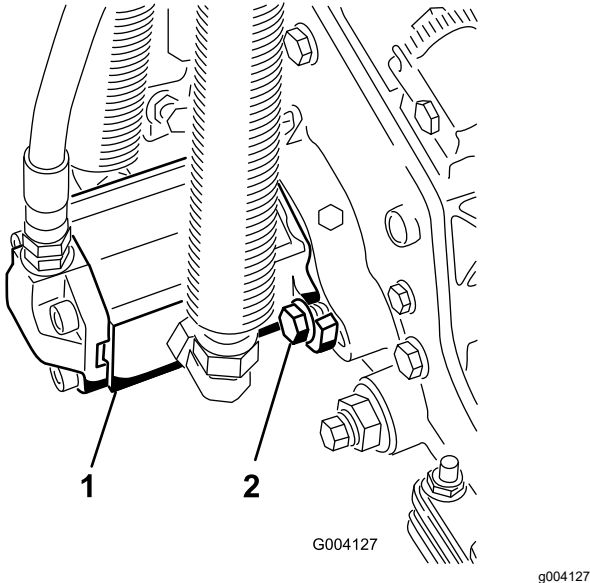

Figura 32
3. Montai motorul rotindu-l în sensul acelor de ceasornic, astfel încât flanele motorului să treacă de uruburi (Figura 32).